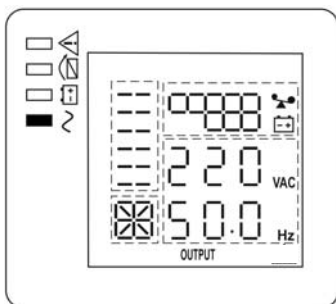

Рисунок 9 — состояние ЖК-дисплея и индикаторов в режиме «ОСНОВНОЙ»
- Включите нагрузки. Если нагрузок много, необходимо включать их последовательно, одну за другой, на ЖК—дисплее отобразится уровень нагрузки (см. рисунок 9 ).
Вновь подать сетевое напряжение. Изделие должно автоматически перейти в режим «ОСНОВНОЙ» (см. рисунок 9), либо в режим «ЭКО», если параметр ECO включён (см. Приложение 2, описание настройки параметров изделия).